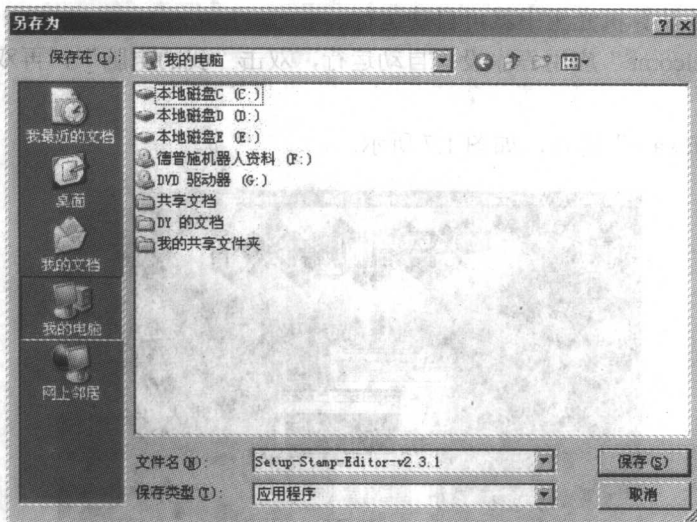

图 1.4 文件另存对话框
- 如图 1.4 所示为提示“另存为”对话框。你可以用“存到”区域浏览你的计算机硬盘，找一个理想的存储文件的位置。